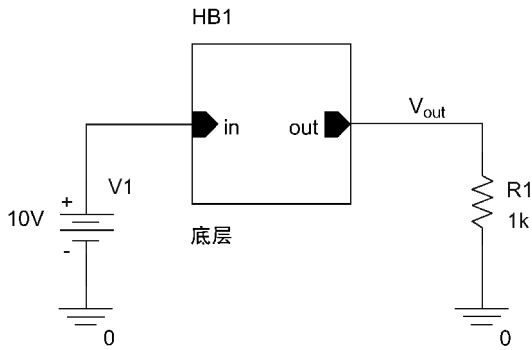

图 20.18 测试层模块
- 12. 如图 20.18 所示，在顶层原理图的层模块输入端放置直流电压源 V_{DC} ，输出端放置电阻。然后在输出端放置电压探针，对电路进行直流工作点分析，测试输出电压是否为 5V。